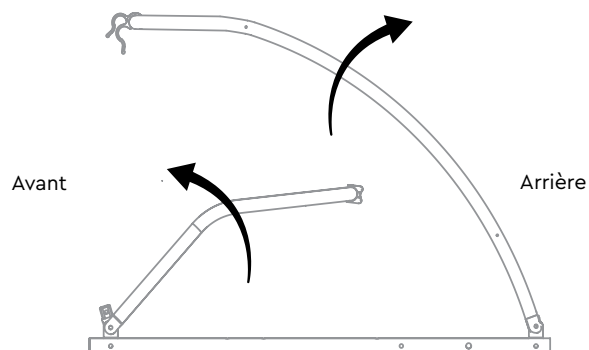

Figure 1
1. Soulevez le tube de cadre avant et le tube de cadre arrière à partir de l'intérieur de la remorque jusqu'à ce qu'ils reposent ensemble sur les appuis en plastique (Figure 1).